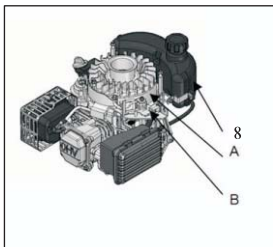

Fig. 12
4. Verplaats de starthendel (op de apparatuur) om de vliegwiemblok te laten en controleer of er speling is tussen de hendel van de toerentalregelaar en de terugkeerstaaf van de gashendel als de gashendel in de stand snel (of hoog) staat. Controleer ook of er minimaal 2 mm speling is tussen de stoppen en de remkabelbeugel. (Zie Fig. 12)